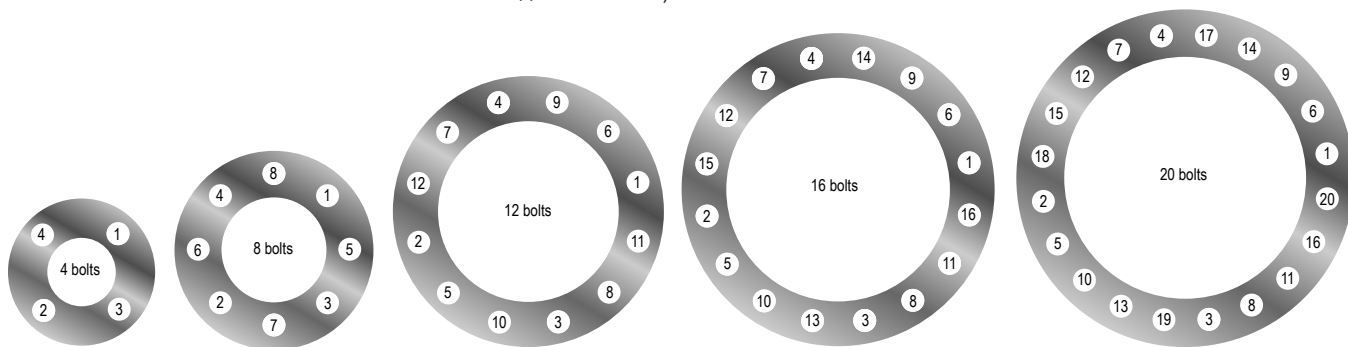

Рис.1
- Затягивайте болтовые соединения в правильной последовательности (см. Рис.1), с правильными усилиями (см. таблицу максимальных моментов затяжки болтовых соединений ниже).